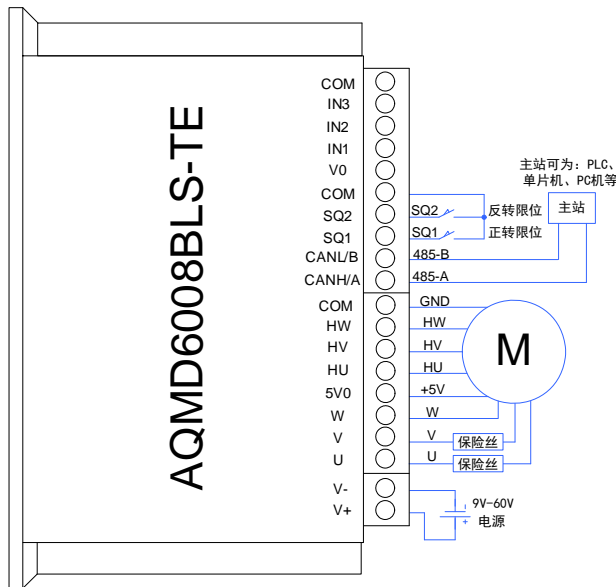

图 3.5 485 通讯电源及电机接线图
- 4) 若主站为 485 设备，485 主站与驱动器的 485/CAN接口按照A-A、B-B的方式连接（为了信号更稳定，可将驱动器的COM与主站的信号地相连），如图 3.5 所示，然后接通电源（注意：电源的电压应与电机的额定电压一致，且能够提供的电流大于电机的额定电流）。